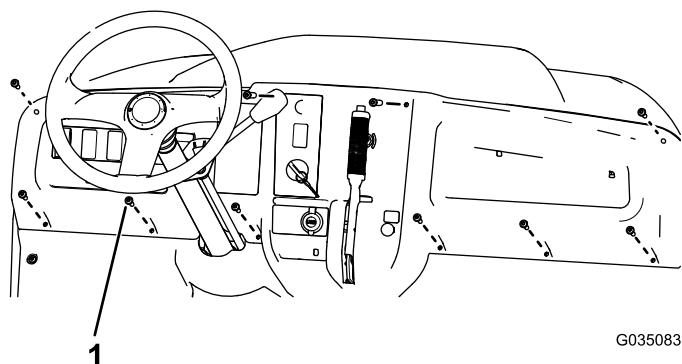

图1
- 从仪表上卸下 10 个螺丝 (1/4 x 1-1/4 英寸) (图1)。